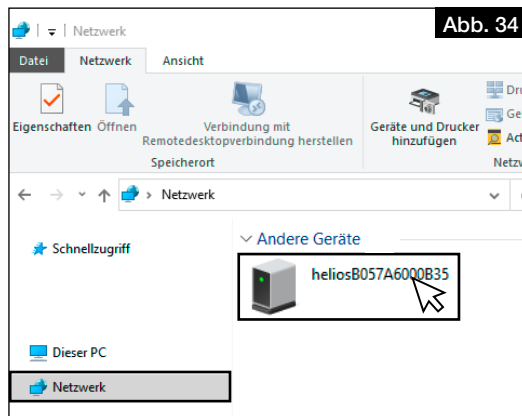

Abb. 34
2. Arbeitsplatz öffnen und auf Netzwerk klicken, vgl. Abb. 34.
3. Doppelklick auf das entsprechende Gerät, vgl. Abb. 34.